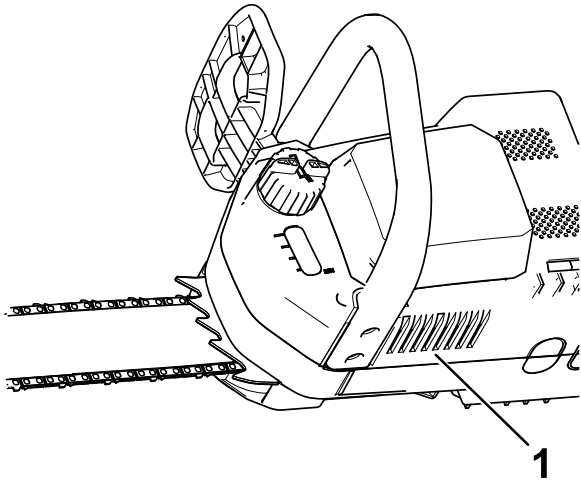
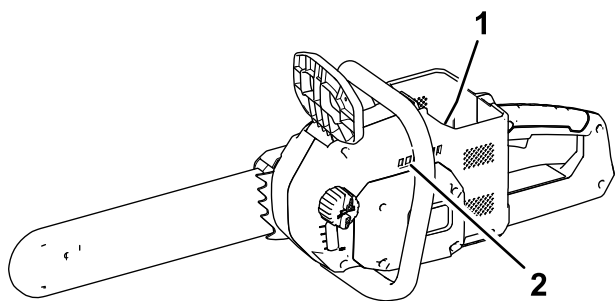

Figure 6
Figure 7
- Assurez-vous que les événements sur la tronçonneuse (Figure 6 et Figure 7) sont exempts de poussière et de débris.